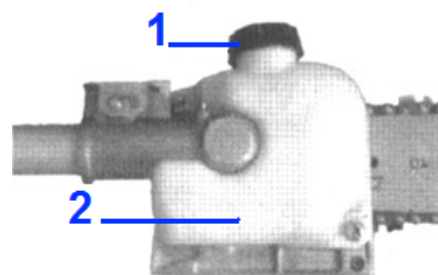

Fig. PP8
1. Posizionare lo sramatore su una superficie pulita e piana con il tappo di riempimento dell'olio rivolto verso l'alto. (Fig.PP8).